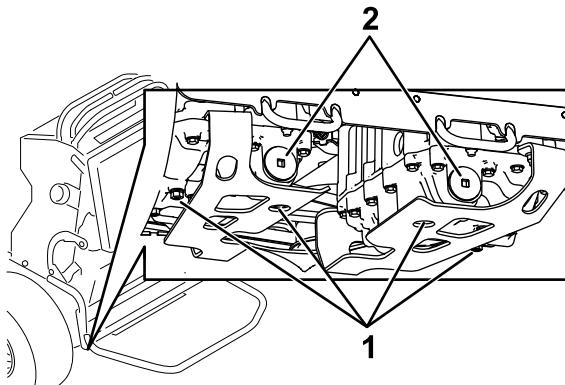

Figura 61
- Localice el tapón de vaciado en la parte inferior de cada transmisión, y coloque un recipiente de vaciado debajo de los tapones (Figura 61).